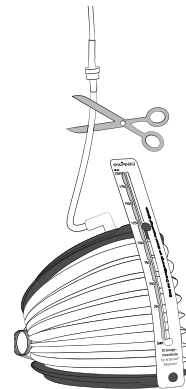

Abb. 1
4. Schneiden Sie jetzt den Schlauch unterhalb des Rückschlagventils* durch (Abb.1). Entsorgen Sie das abgeschnittene Schlauchstück mit Quetschklemme und dem Einführstift. Verwenden Sie gegebenenfalls das bereitgelegte Tuch. Damit die Flüssigkeit im Reservoir über das WC entsorgt werden kann, positionieren Sie das Reservoir kopfüber, so-